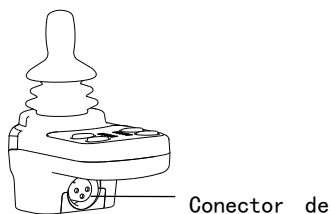
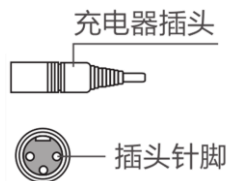

Figura 22
Figura 23
4.3.1 El cargador especial debe utilizarse para garantizar la seguridad de uso. Conecte el enchufe metálico de tres pines del cargador a la interfaz de tres orificios del controlador. Preste atención a la dirección de inserción del cabezal de carga. (Figura 22, Figura 23)